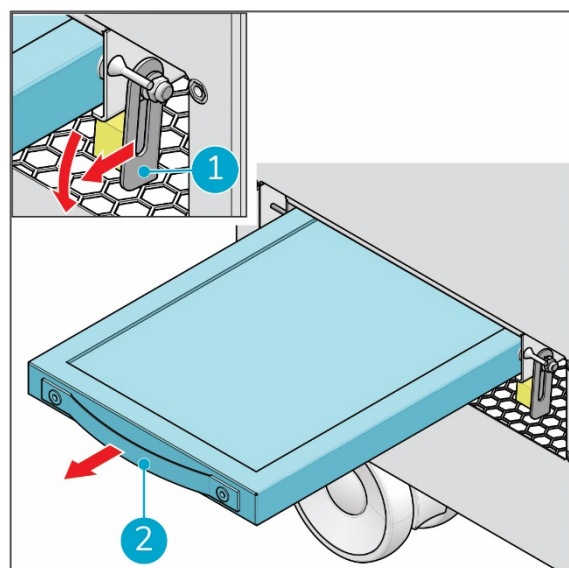

Abbildung 18
3. Ziehen Sie die Filterverriegelung (Abbildung 18, Pos. 1) vor und drücken Sie sie dann nach unten.
4. Fassen Sie den Vorfilter am Griff an der Stirnseite des (Abbildung 18, Pos. 2) und ziehen Sie ihn vorsichtig aus dem Fach.